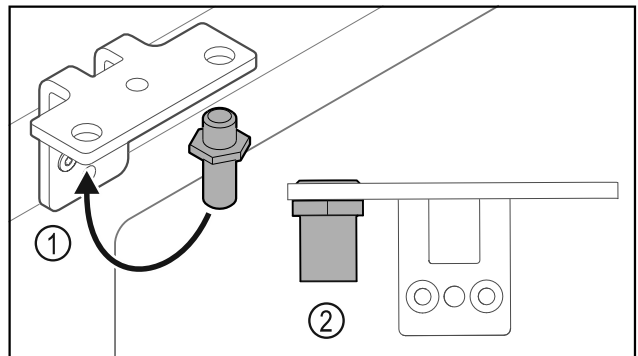

Fig. 25
- Mettre l'axe Fig. 25 (1) dans l'autre trou de l'équerre de charnière.
- Serrer l'axe Fig. 25 (2) au **couple de 12 Nm**.